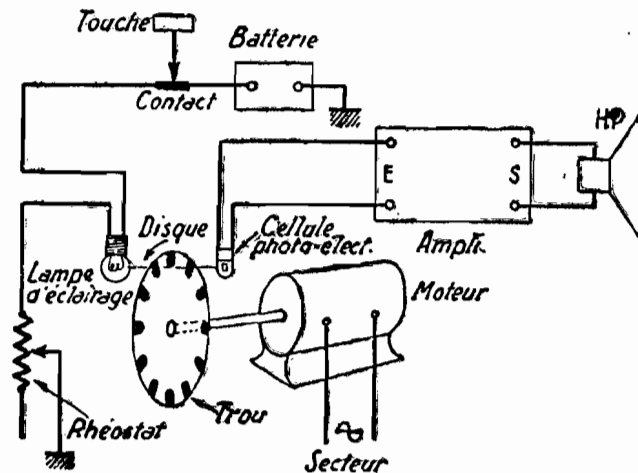

Fig. 2. — Dispositif électro-optique.
b) Dispositif à cellule photo-électrique (fig. 2). Analogue comme principe au précédent, étant, lui aussi, basé sur la synthèse du son. La lumière est modulée par les fentes du disque, et la cellule photoélectrique qui la reçoit, la transforme en courant BF que l'on amplifie.